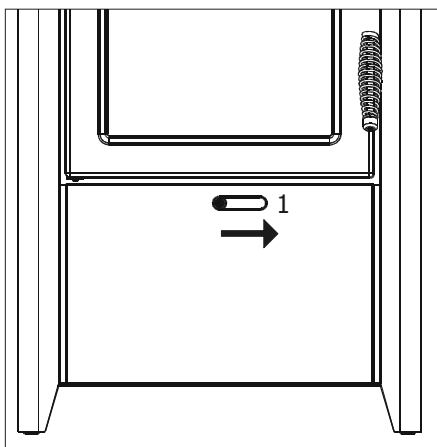

Fig.4 Ingresso aria primaria
La leva ruotata verso destra (pos.1), ha lo scopo di portare un grosso quantitativo di aria primaria sotto il piano fuoco del focolare, per permettere una rapida ed efficace accensione del fuoco (fig.4).